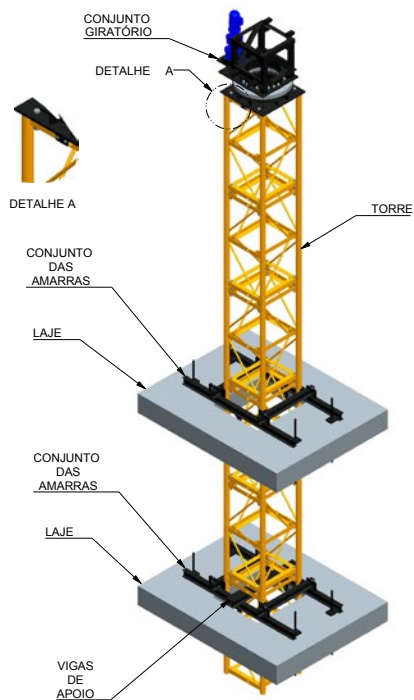

Figura 3
- Montar o Conjunto Giratório na Torre, fixando na parte superior e lateral com parafuso, porca arruela lisa e arruela de pressão (Figura 3);